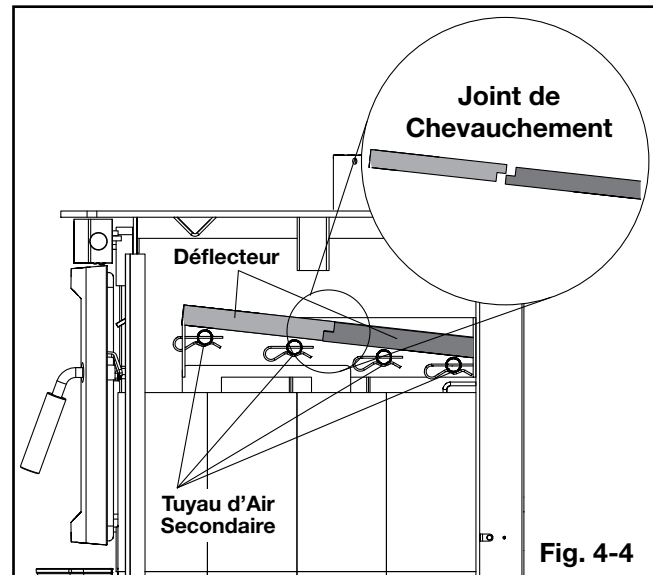

Fig. 4-4
- Soigneusement pivotez les déflecteurs en fibre (D) sur les tuyaux d'air secondaire comme illustré (Fig. 4-4). Assurez-vous que les déflecteurs supérieures sont poussés à l'arrière de la chambre de combustion, en laissant un écart le long du mur un minimum de 1 po en taille. Cela permettra les gaz du conduit d'échapper la chambre de combustion. Assurez-vous que le joint de chevauchement est serré.
- Installez les deux briques (E) le long de l'avant.